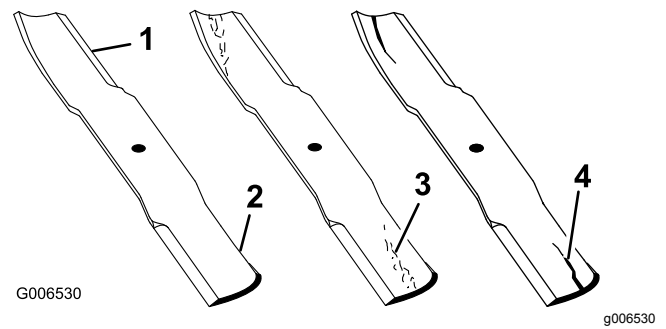

Bild 108
1. Untersuchen Sie die Schnittkanten (Bild 108).
4. Wenn Sie Risse, Verschleiß oder Rillenbildung in diesem Bereich feststellen, sollten Sie sofort ein neues Schnittmesser einbauen (Bild 108).